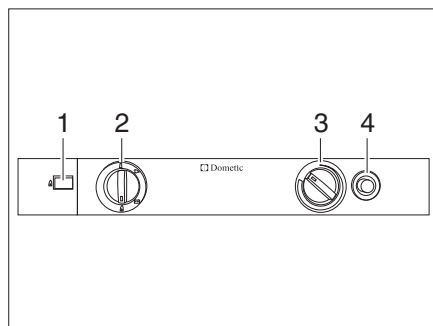

Fig. 133 Elementos de mando para el frigorífico (Dometic de la serie 8)
- Situar el selector de energía (Fig. 133,2) en "🔥".
- Presionar el regulador giratorio (Fig. 133,3), girarlo al nivel máximo y mantenerlo presionado. Esperar hasta que salga gas hacia el quemador.
- Presionar el botón de encendido de gas (Fig. 133,4) y mantenerlo pulsado. El encendido es automático.
- Mantener pulsado el botón de encendido de gas (Fig. 133,4) hasta que el indicador de llama (Fig. 133,1) esté verde y soltarlo entonces.
- Mantener el regulador giratorio (Fig. 133,3) todavía pulsado 10 a 15 segundos y soltarlo entonces.
- Situar el selector de energía (Fig. 133,2) en "⚡".
- Ajustar la temperatura de refrigeración con el regulador giratorio (Fig. 133,3).
- Situar el selector de energía (Fig. 133,2) en "🔋".